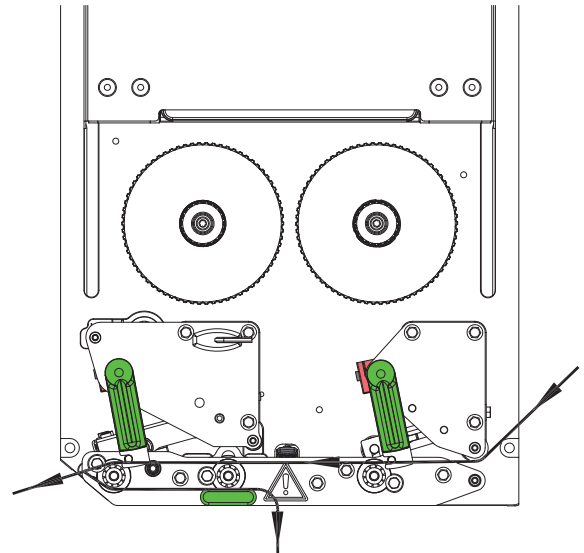

Bild 10 Etikettenlauf
2. Hebel (3) und (9) gegen den Uhrzeigersinn schwenken und dadurch Druckkopf (1) und Rückzugssystem (8) öffnen.
3. Etikettenstreifen (7) gemäß Bild 10 bis zur Spende- und Rückzugskante (2) einlegen und bis zum Anschlag an der Montagewand schieben. Die Druckseite der Etiketten muss von oben zu sehen sein.
4. Etiketten so weit über die Spende- und Rückzugskante hinauschieben, dass der Streifen zurück bis zum Andrucksystem (4) reicht. Etiketten vom überstehenden Trägermaterial entfernen.
5. Hebel (3) und (9) bis zum Anschlag im Uhrzeigersinn schwenken und dadurch Druckkopf (1) und Rückzugssystem (8) verriegeln.